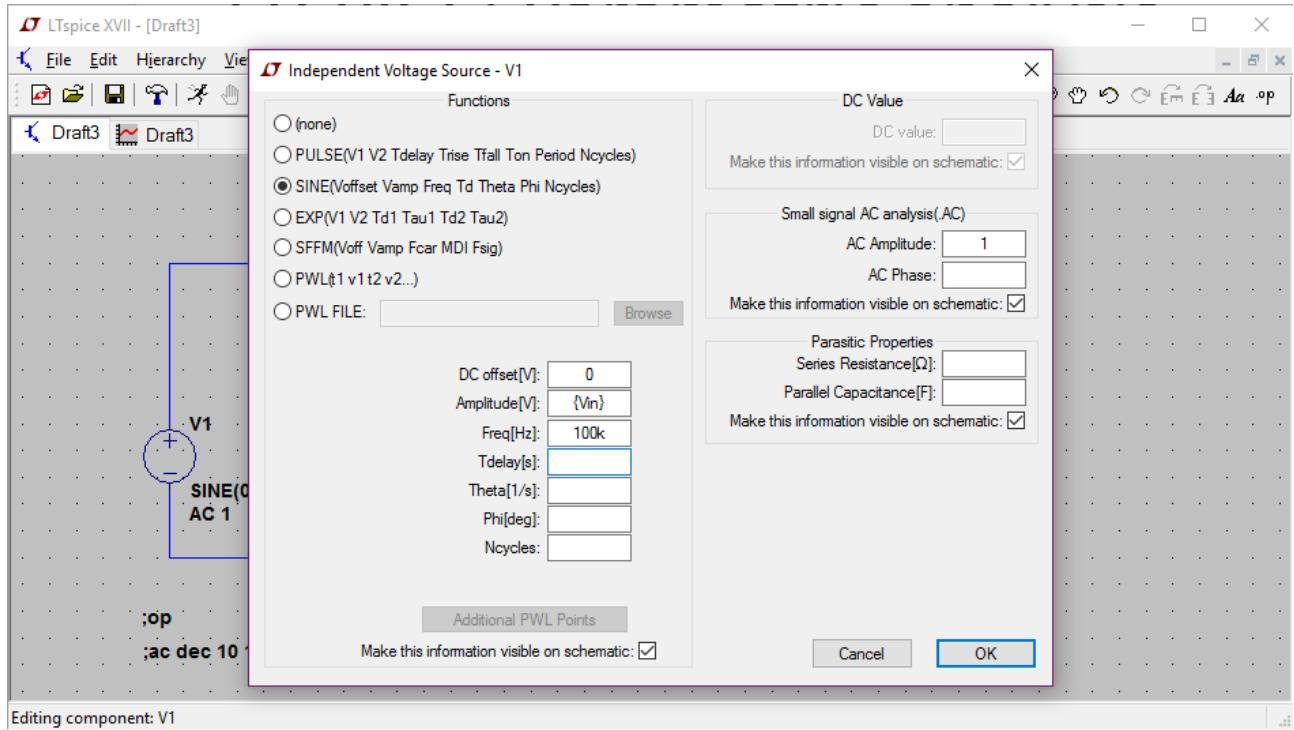

Figura A.31: LT Spice - Editarea sursei V1.
1. Right Click pe sursa $V1$, selectăm modul *Advanced*, după care atribuim parametrului *Amplitude* valoarea Vin , restul parametrilor rămânând identici cu cei de la analiza *Transient* (vezi Figura A.31),